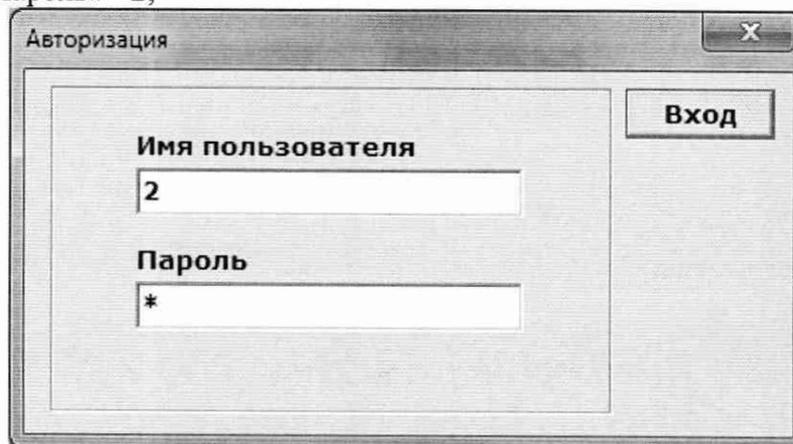

Рисунок 2 - Окно авторизации пользователя.
8.6.7 Ввести имя пользователя и пароль (Рисунок 2), по умолчанию, «Имя пользователя» - 2, «Пароль» - 2;